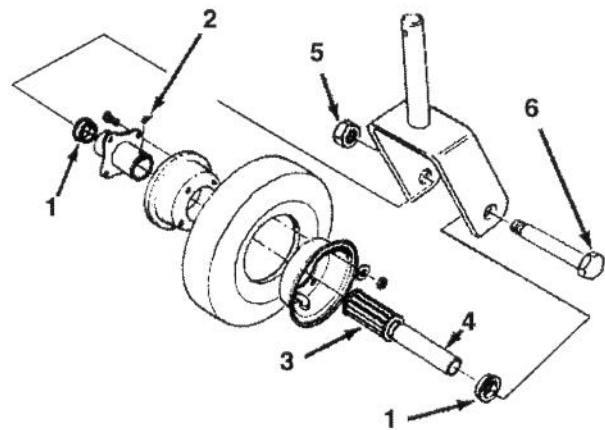

Bild 4
1. Die Sperrmutter von der Sechskantschraube entfernen, mit der die Laufrollengruppe zwischen den Rollengabeln (Bild 4) gehalten wird. Das Laufrollenrad festhalten und die Sechskantschraube aus der Gabel herausziehen..
Anmerkung: Die zwei Lagerhalterungen (Bild 4) sicher aufbewahren.
2. Das Rad seitwärts kippen und die Rollenlager und Spannbüchsen herausfallen lassen (Bild 4).
- Mehr Schmierfett durch den Schmiernippel am Rad einpressen (Bild 4), bis das Lager gründlich abgeschmiert ist.